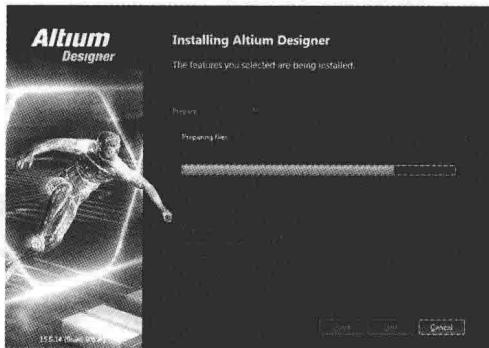
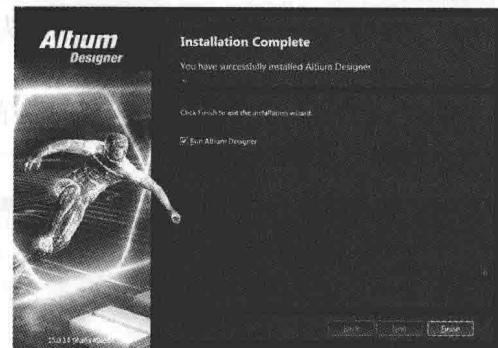

图 1-6 安装 Altium Designer
图 1-7 安装结束对话框
(6) 单击 **Next** 按钮，系统开始安装，如图 1-6 所示，进度条表示了安装过程大致需要的时间。安装完毕后，系统弹出如图 1-7 所示的软件安装结束对话框。
(7) 单击 **Finish** 按钮，即完成了 Altium Designer 的安装，并自动运行。